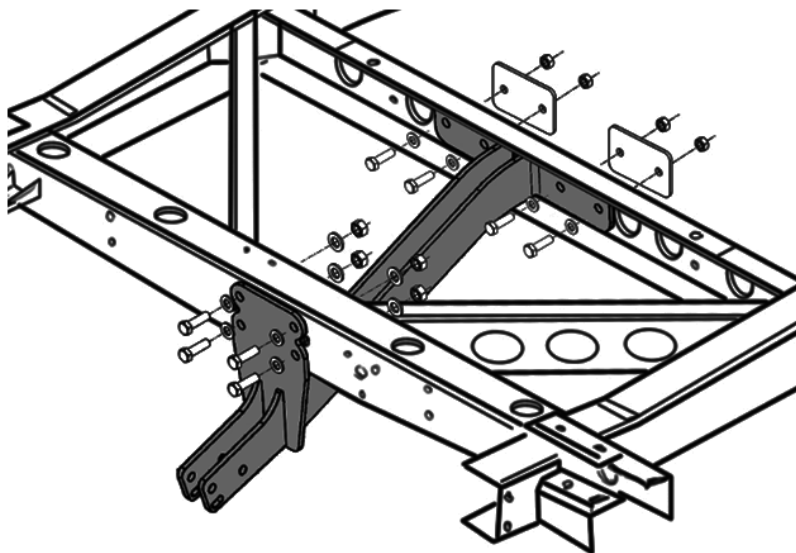

рис. 2
1. Установите балку ТСУ на раму автомобиля, закрепив болтами из комплекта к поперечной балке в задней части рамы. Соблюдайте моменты затяжки (рис. 2).
2. Пластины при монтаже балки ТСУ устанавливаются с противоположной стороны поперечной балки рамы (рис. 2).